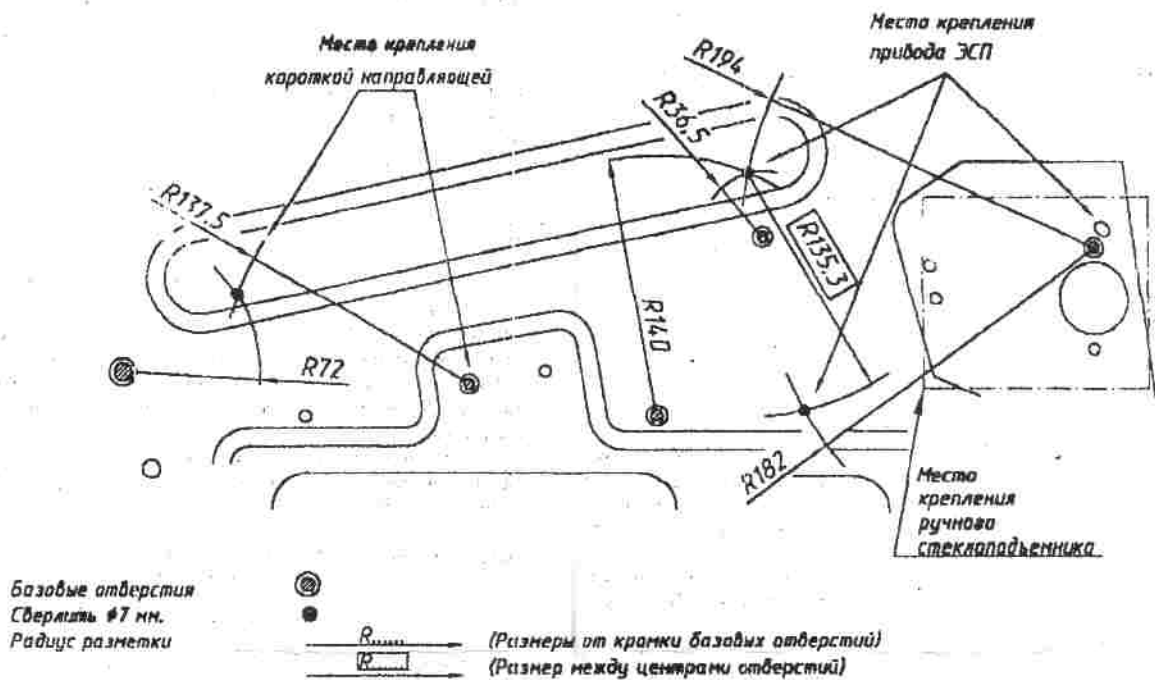

Рис. 1. Схема разметки внутренней панели передней двери
4.6. Если на внутренней панели двери не выполнены отверстия под ЭСП, то с помощью штангенциркуля провести разметку внутренней панели двери согласно рис. 1. По разметке просверлить три отверстия диаметром 7 мм. Места в зоне отверстий защитить нитроэмалью.